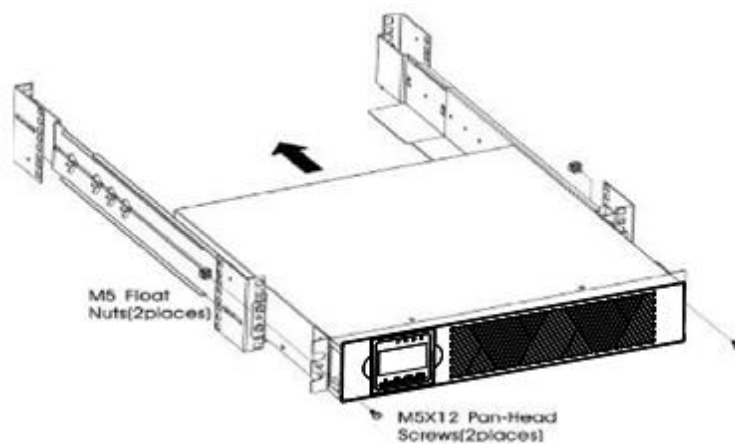

Figura 4
- k) Fissare la parte anteriore dell'UPS al rack utilizzando una vite a testa cilindrica M5x12 e un dado a gabbia M5 su ciascun lato (vedere Figura 4). Installare la vite inferiore su ciascun lato attraverso il foro inferiore della staffa di montaggio e il foro inferiore del binario.